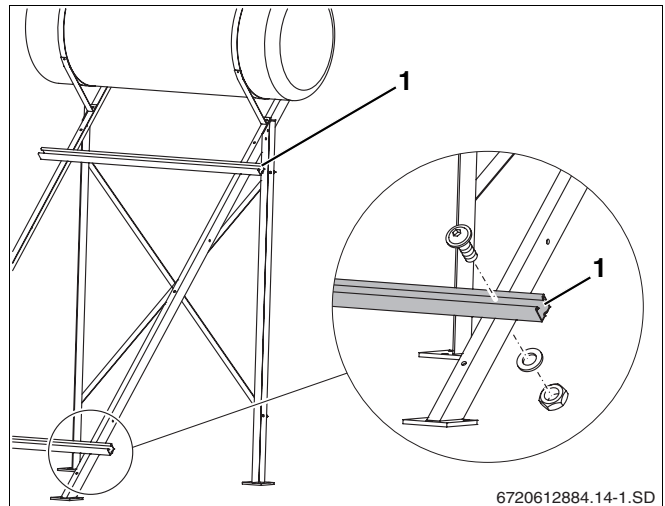

Fig. 13 Fijación de los perfiles
- ▶ Coloque los perfiles (fig. 13, **pos. 1**) sobre los apoyos largos y atorníllelos mediante tornillos Allen M8 x 20, arandelas y tuercas.